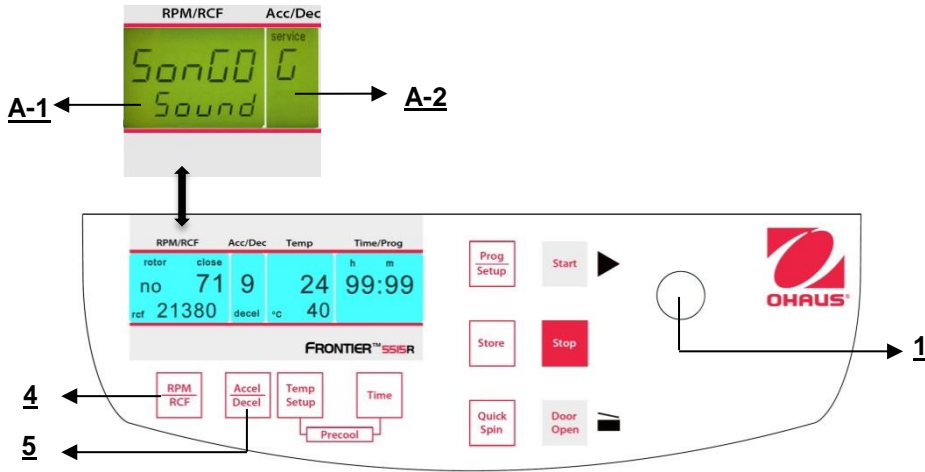

Figura 35
Procedere come descritto al punto 4.1.2 per inserire questa modalità programma e poi premere il tasto **"Accel/Decel"** (5). **Sul display "Acc/Dec" (A-2) lampeggia la parola "Service"**. Selezionare adesso la lettera **"G"** con la manopola di regolazione (1). Di conseguenza, sul display **"RPM | RCF" (A-1)**, appare la parola **"VsonGo/Sound"**. Dopo aver premuto il tasto **"RPM | RCF" (4)**, è possibile selezionare una suoneria con la manopola di regolazione(1). (Vedere figura 35)